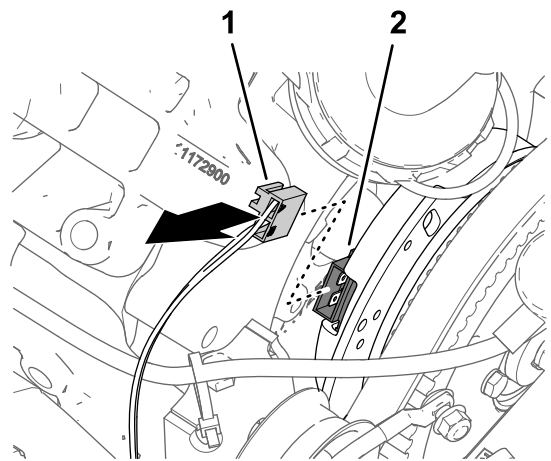

Figura 168
1. Desligue o conector de duas tomadas da cablagem da máquina rotulado BOBINA DA BOMBA DO PULVERIZADOR (spray pump coil) do conector de dois pinos do alternador (Figura 168).